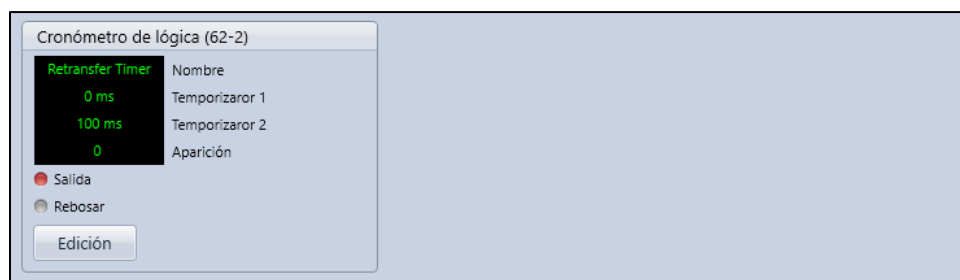

Figura 45-10. Pantalla de estado del Cronómetro de lógica
Para ver el estado del Cronómetro de lógica con BESTCOMSP^{Plus}, use el Explorador de mediciones para abrir la pantalla Estado, Cronómetro lógico (62) como se muestra en la Figura 45-10. Para ver el estado del cronómetro de lógica desde la pantalla del panel frontal, vaya a Medición, Estado, Cronómetro de lógica (62).